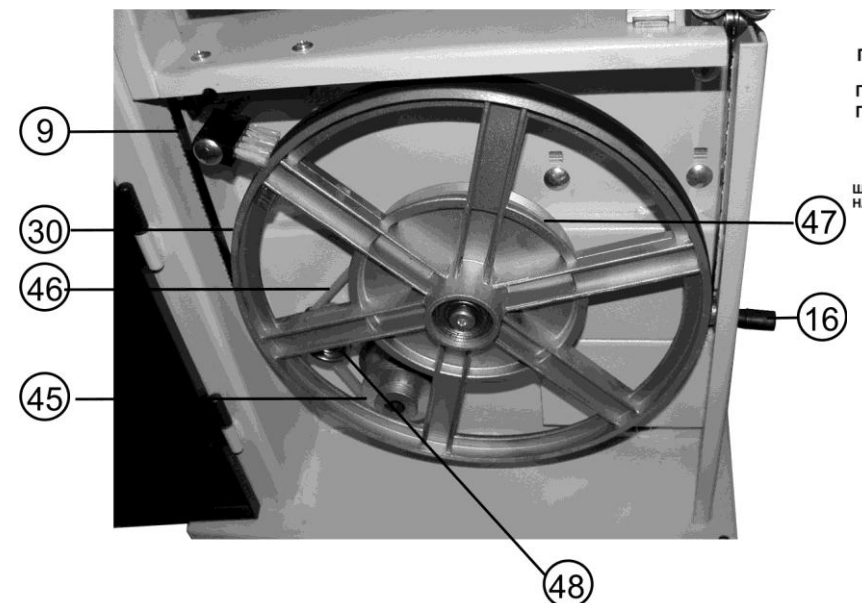

Рис. 14
11.7. Изменение скорости движения пильной ленты (Рис. 14, 15)
11.8.4. Соблюдая меры предосторожности (надеть перчатки), снимите пильную ленту (9), Рис. 14.